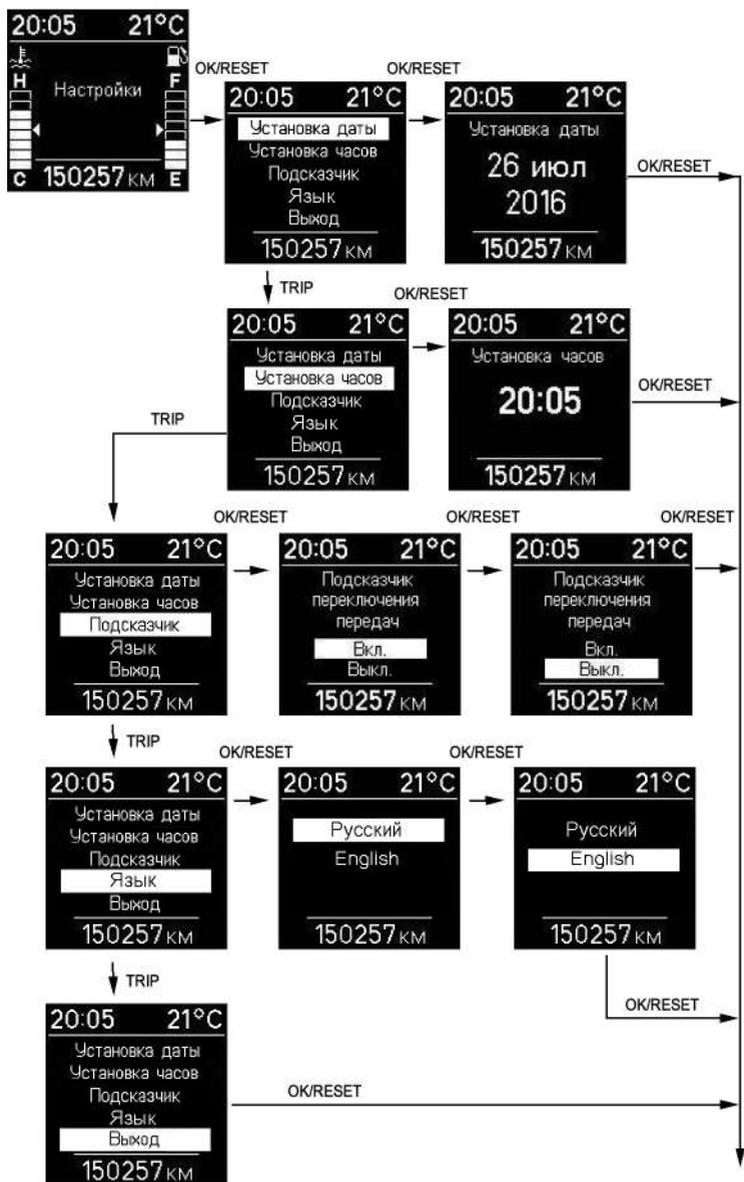

Рис. 3.8. Алгоритм установки параметров маршрутного компьютера
**Вход в режим установки параметра, выбор параметра (рис. 3.8):**